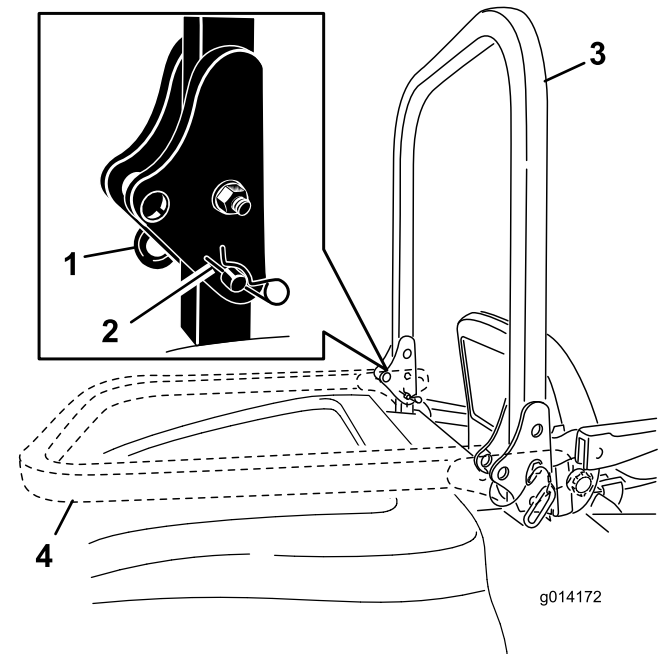

Figura 8
1. Para baixar a barra de segurança, retire os pernos de gancho, empurre a barra de segurança para a frente contra as molas e retire os dois pinos (Figura 8).
2. Baixe por completo a barra de segurança (Figura 8).
3. Instale os dois pinos e fixe-os com os contrapinos (Figura 8).
4. Para levantar a barra de segurança, remova os contrapinos e os dois pinos (Figura 8).
5. Levante a barra de segurança na vertical, instale os dois pinos e fixe-os com os contrapinos (Figura 8).